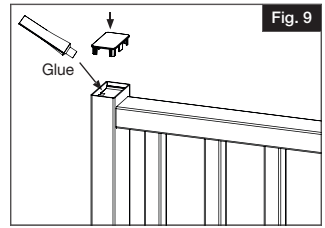

Fig. 9
- Spread glue inside all four sides of the gate upright and insert gate cap onto upright. The glue will engage the tabs of the gate cap and bond the cap to the upright (Fig. 9).
- Extender el pegamento dentro de los cuatro lados del montante de portón e insertar el tapón de portón en el montante. El pegamento se esparcirá por las lengüetas del tapón de portón y adherirá el tapón al montante (Fig. 9).